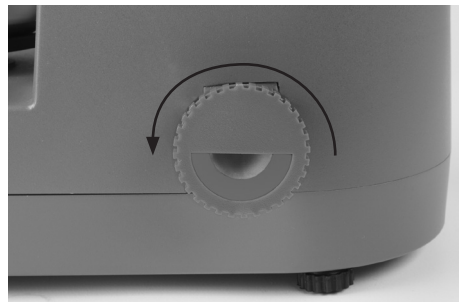

Abb. 8-Drehen Sie den Ablass um 180 Grad, um die Öffnung freizugeben
Schritt 2. Drehen Sie den Auslaufstutzen 1/2 Umdrehung, um den Auslauf zu öffnen (Abb. 8). Eventuell müssen Sie auf die Oberseite des Dispensers klopfen, damit das Pulver austritt.